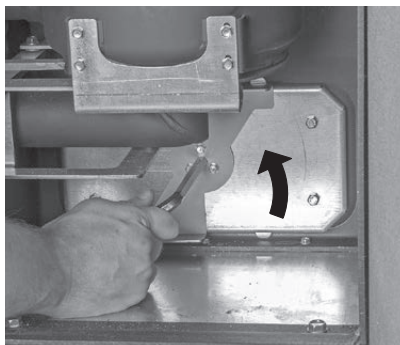

Fig. 29 Ruotare la maniglia in senso antiorario
- Applicare il coperchio delle superfici riscaldanti e ruotare la maniglia in senso antiorario fino in battuta – Fig. 29.